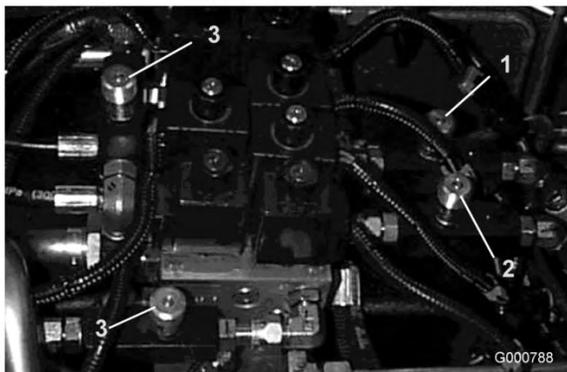

Bild 88
1. Stellen Sie mit den Ventilen unter dem Sitz die vorderen Mähwerke ein (Bild 88).
9. Stellen Sie mit den Ventilen unter dem Sitz die Flügelmähwerke (Bild 88) ein.